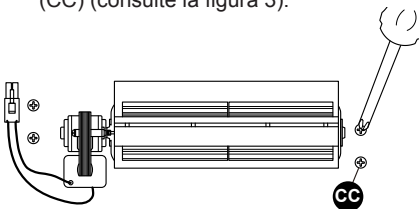

Figura 3 - Colocación del ventilador de la cubierta superior
3. Conecte el conjunto del ventilador a la cubierta superior con 4) M4.2X8 tornillos (CC) (consulte la figura 3).